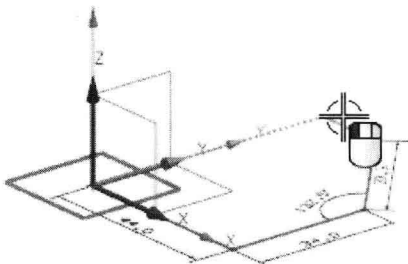

图 1-7 创建沿-X方向水平线
- 沿着-X方向移动鼠标，当看到点辅助线时，单击屏幕位置，确保线的端点垂直于点辅助线，如图 1-7 所示。